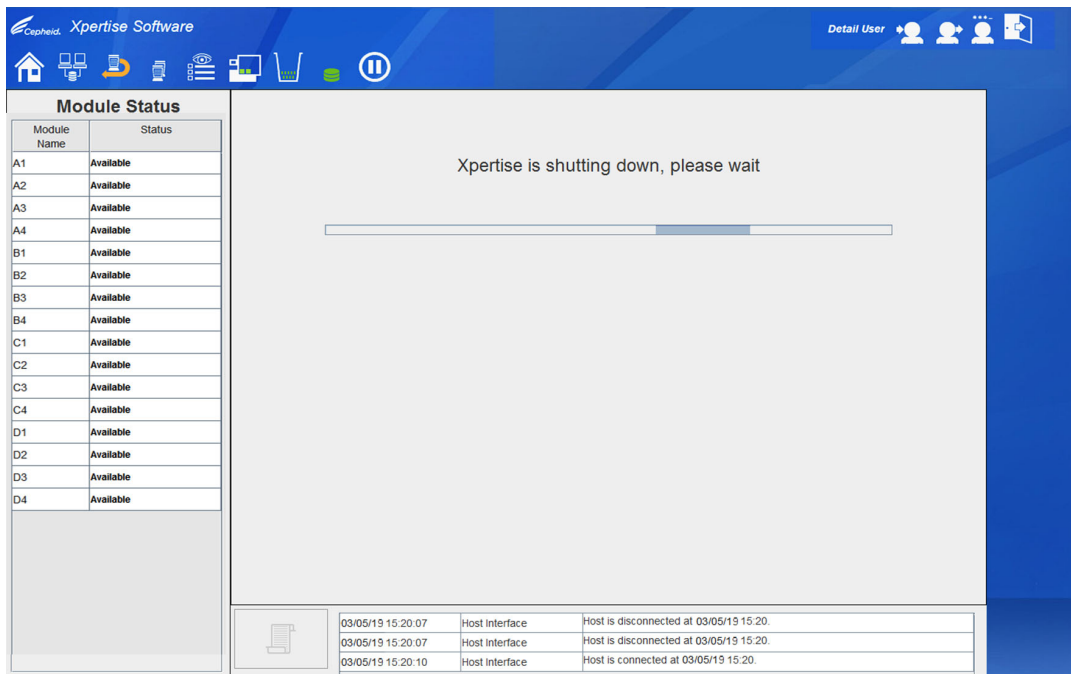

Figura 5-19. Área de trabalho Xpertise is Shutting Down (Xpertise está a encerrar) (surge apenas com o LIS ativado)
Será apresentada uma mensagem a indicar que o **Xpertise is shutting down, please wait (Xpertise está a encerrar, por favor aguarde)** (ver Figura 5-19). O sistema vai esperar por uma resposta do LIS se o Xpertise tiver feito uma consulta recente quanto a novos pedidos de teste.
2. Começando com a área de trabalho ilustrada na Figura 5-19, tem início um período de tempo limite de 30 segundos. Durante este período de tempo limite, os resultados de testes pendentes serão carregados para o LIS.